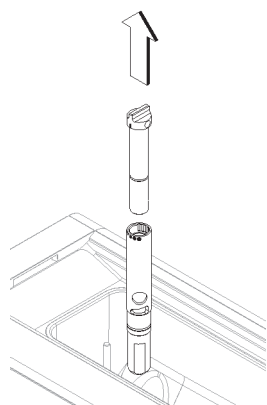

figure 19
et (voir figure 19).
- 3 Remonter le groupe du robinet en suivant la séquence inverse à celle illustrée sur la Figure 19 et le remettre dans son siège.